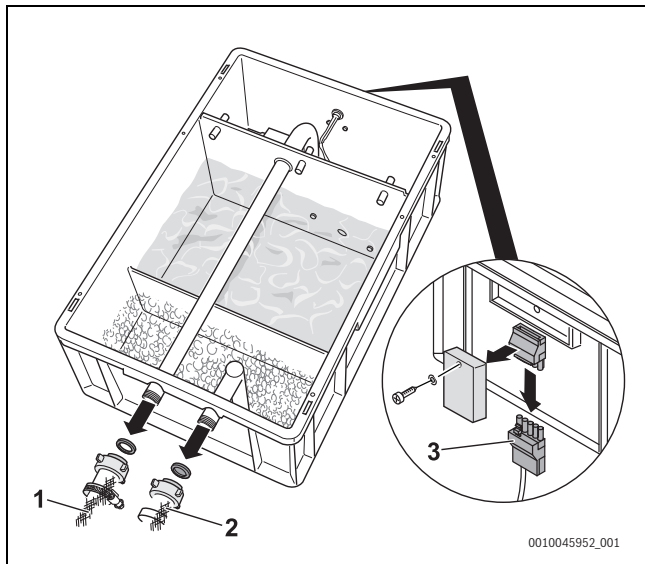

Рис. 9 Выполнить техобслуживание
- ▶ Извлеките штекер устройства нейтрализации конденсата (рис. 9, [3]).
- ▶ Закрепите штекер (рис. 9, [3]) на устройстве нейтрализации конденсата.